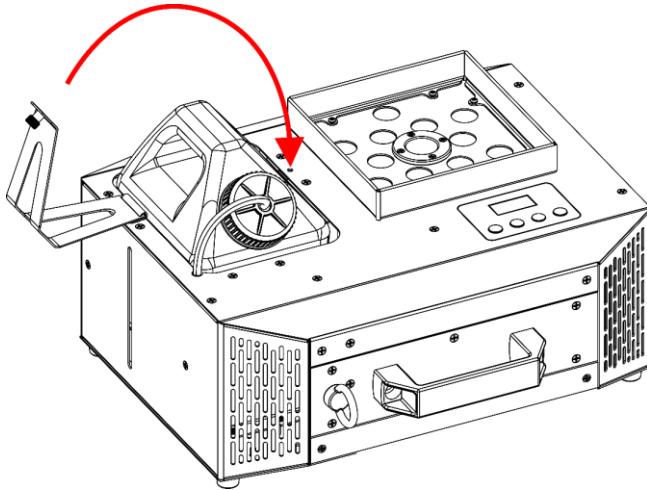

Abb. 46
- 11) Drehen Sie die **Halterung für den Flüssigkeitstank (03)**, wie in Abb. 46 gezeigt.